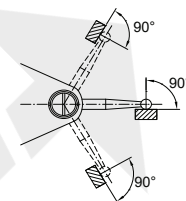
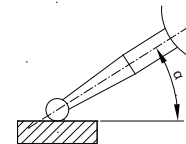

fig.4
fig.5
3. Pendant la mesure, les stylets doivent être verticaux par rapport à la direction de mesure (fig. 4). Lorsque le stylet forme un angle avec la direction de mesure (fig. 5), la correction suivante doit être effectuée.